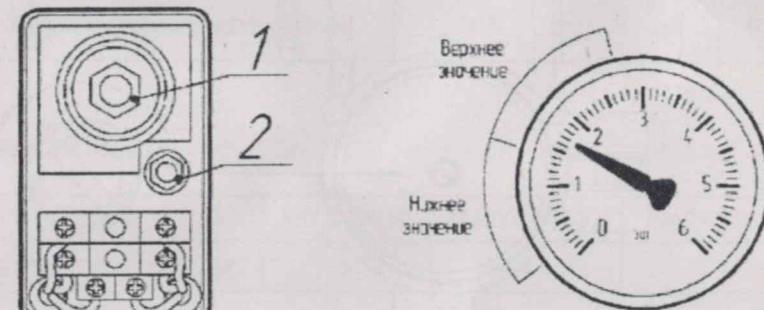

Рис.4
- включение РД регулировать большей (симметрично расположенной) гайкой 1 (рис. 4). Вниз на увеличение давления.
- выключение РД регулировать меньшей (асимметрично расположенной) гайкой 2 (рис.4). Вниз на увеличение давления.